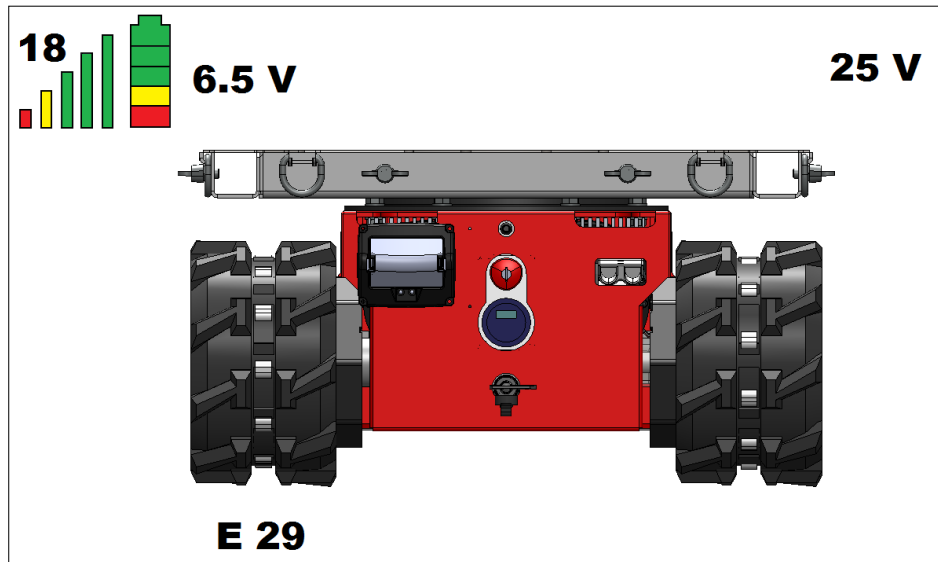

Abbildung 18
- Links oben wird die Sendefrequenz angezeigt (siehe *Abbildung 18*), im vorliegenden Beispiel ist dies 18.
- Die Signalstärke wird mit 5 senkrechten Balken dargestellt. Bei guter Signalstärke sind diese alle eingeblendet (siehe Beispiel in *Abbildung 18*). Wenn das Signal schwächer wird, werden zunächst die grünen Balken und dann der gelbe und der rote ausgeblendet.
- Der Akkuladezustand wird mit dem Akkuzeichen links oben im Bildschirm wiedergegeben. Wenn der Akku vollständig geladen ist, werden 3 grüne Blöcke sowie 1 gelber und 1 roter Block angezeigt (siehe Beispiel in *Abbildung 18*). Wenn die Ladung nicht mehr vollständig ist, werden dementsprechend Blöcke ausgeblendet.
- Die Spannung ist in Volt angegeben. Im Beispiel in *Abbildung 18* beträgt diese 6,5 V.
- Rechts oben ist die Spannung des Akku-Packs (Batterie) für den Fahrtrieb des Raupentransporters zu sehen. Im Beispiel in *Abbildung 18* beträgt diese 25 V.
- In der Bildmitte wird der Raupentransporter als Heckansicht angezeigt (*Abbildung 18*).
- Unter der linken bzw. rechten Raupenkette können Fehlercodes angezeigt werden. In *Abbildung 18* befindet sich unter der linken Raupenkette der Fehlercode E29. Eine Erläuterung der Fehlercodes befindet sich in Abschnitt 7.8.